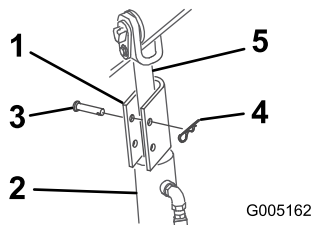

Figura 15
4. Coloque un bloqueo de cilindro sobre la varilla de cada cilindro de elevación (Figura 15).
5. Fije cada bloqueo de cilindro con un pasador y una chaveta (Figura 15).